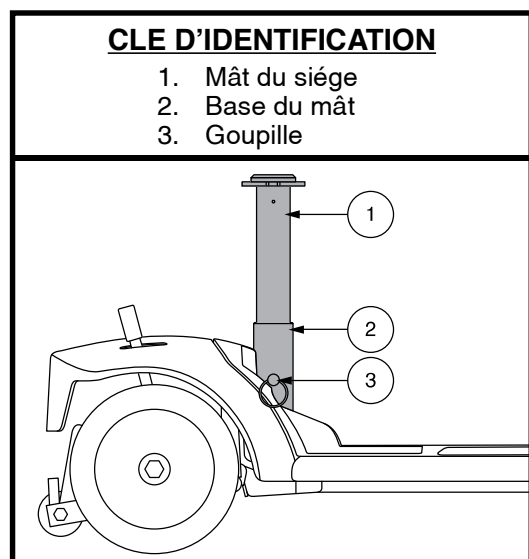

Figure 26 Réglage de la hauteur du siège
La hauteur du siège peut être réglée à volonté. Voir la figure 26.
2. Retirez le mât du siège du Travel Scooter en retirant la goupille de détente de la partie inférieure du mât du siège, puis soulevez le mât vers le haut et enlevez-le du Travel scooter. **Voir la figure 26.**